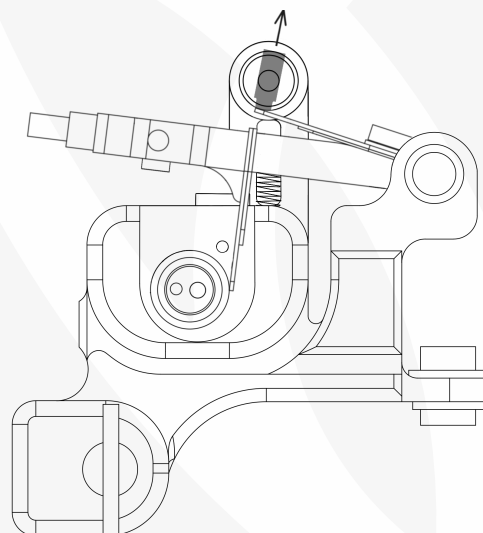

Fig 2: Ajustement initial de la course (4.75mm) avec la vis de contact complètement rétractée
- Pour régler la **course** à sa position maximale (**4,75mm**), **rétractez la vis de contact**(6) complètement vers le haut, jusqu'à sa dernière position de contact avec le **ressort supérieur**(8). (Fig. 2)